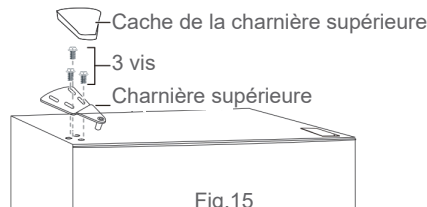

Fig.15
17. Installez la charnière supérieure en haut à gauche avec trois vis tout en assurant que le haut de la porte est droit par rapport au caisson et que la garniture de porte est bien positionnée. Enfin, fixez le cache de la charnière supérieure (→ Fig. 15).